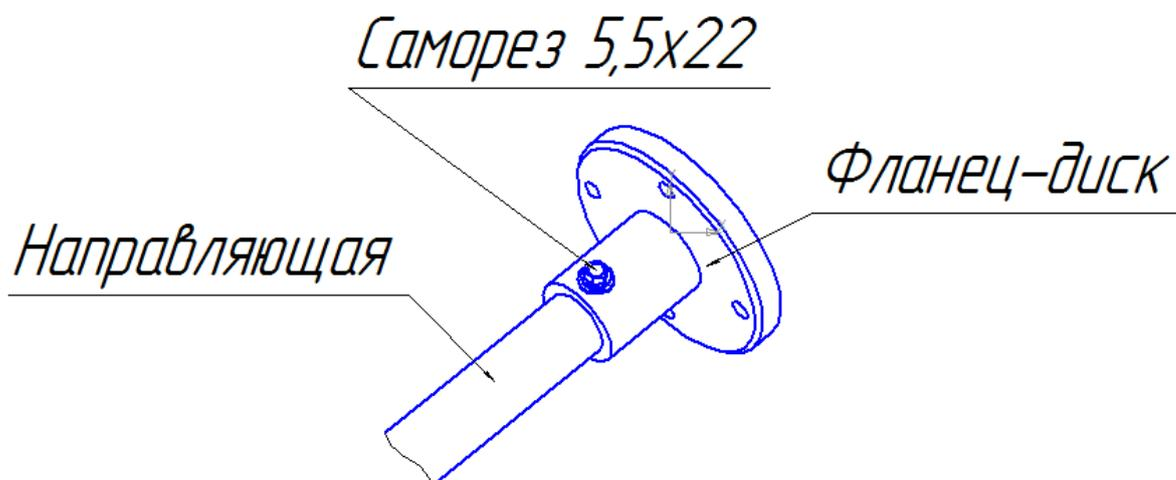

рис.3.
5. Сдвиньте части направляющей между собой и зафиксируйте её от свободного перемещения саморезами с шестигранной головкой через отверстие 3.8, как показано на рис. 3.